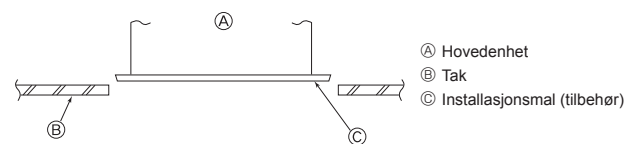

Fig. 2-7
2.6. Bekreft posisjonen til hovedenheten, og stramme opphengsboltene (Fig. 2-7)